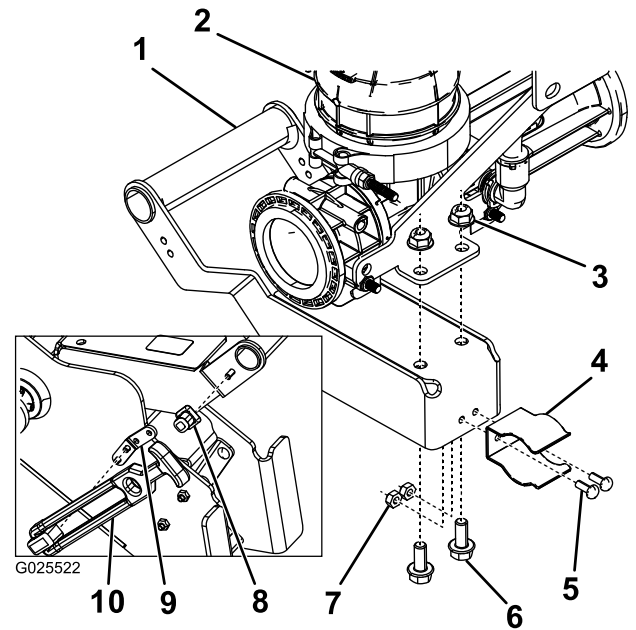

Figura 16
1. Sujete el tope del enganche a la maneta del eyector con un perno de cabeza hexagonal (Figura 16).
2. Conecte la barra de extensión al bastidor principal con 2 pernos de cabeza hexagonal (Figura 16).
3. Conecte la maneta del enganche a la barra de extensión (Figura 16).
4. Sujete el asa al eyector usando 2 pernos de arandela prensada y tuercas con arandela prensada (Figura 16).